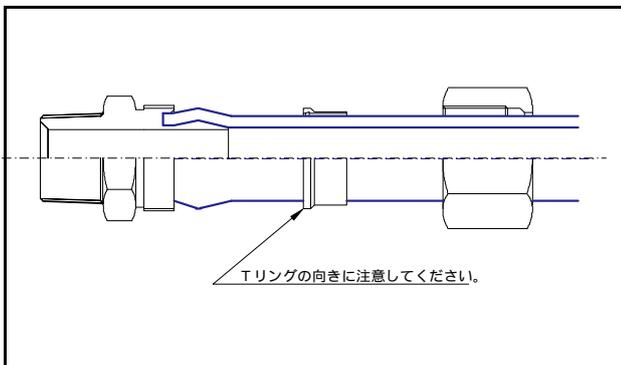

図1
- 本体・Tリング・袋ナットの向きに注意して施工して下さい。（図1参照）
本体・Tリング・袋ナットの向きに注意して施工してください。[図1]